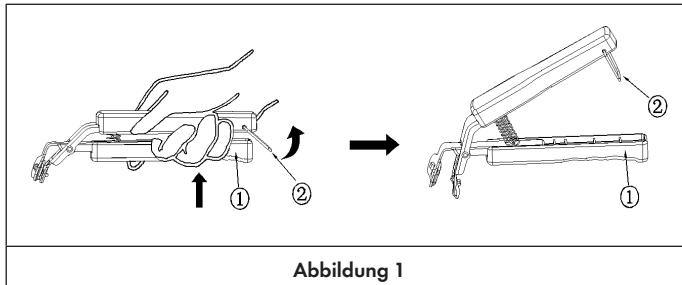

Abbildung 1
1. Heben Sie den unteren Teil des Griffs an (1), schieben Sie den Verschluss gegen den Uhrzeigersinn nach oben (2) und öffnen Sie den Griff (Abb. 1).